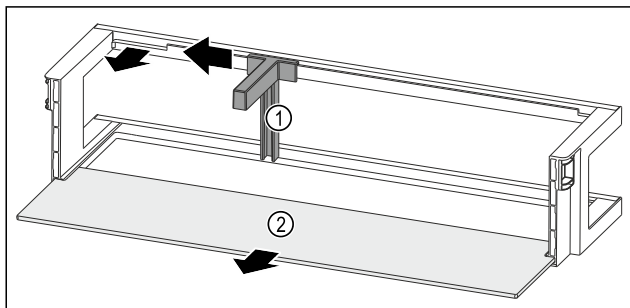

Fig. 117 Türabsteller mit Flaschenhalter und Abstellfläche
- Flaschenhalter Fig. 117 (1) bis zur Aussparung zur Seite schieben.
- Flaschenhalter Fig. 117 (1) entnehmen.
- Abstellfläche Fig. 117 (2) entnehmen.